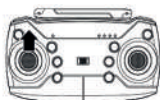

рис. 2
2. Переместите ручку газа пульта управления в крайнее верхнее положение и отпустите (рис.2)